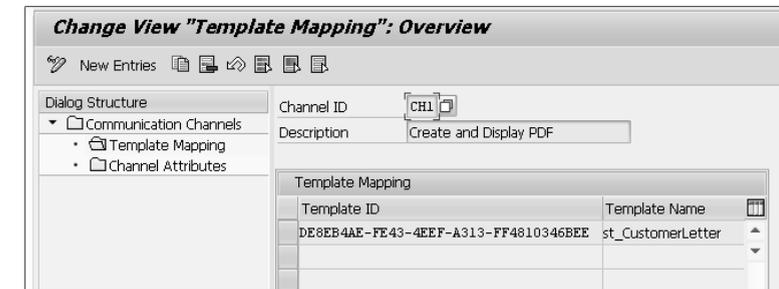

Abbildung 10.30 Die Vorlage dem Kanal hinzufügen
3. Im Unterordner **Template Mapping** verknüpfen Sie nun noch die synchronisierte Vorlage mit diesem Kommunikationskanal (siehe Abbildung 10.30).